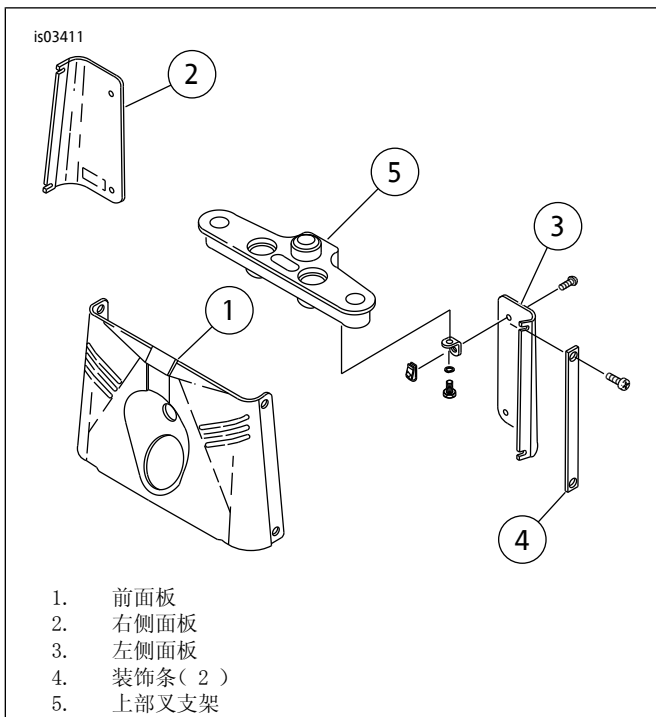

图2。前义面板
- 参见图2。拆下将装饰条( 4 )、侧后面板( 2、3 )和前面板( 1 )固定到位的螺丝。拆下各面板。拆卸面板时，从右侧后面板小心地拆下刹车管线布设夹具。切勿打开刹车管线。